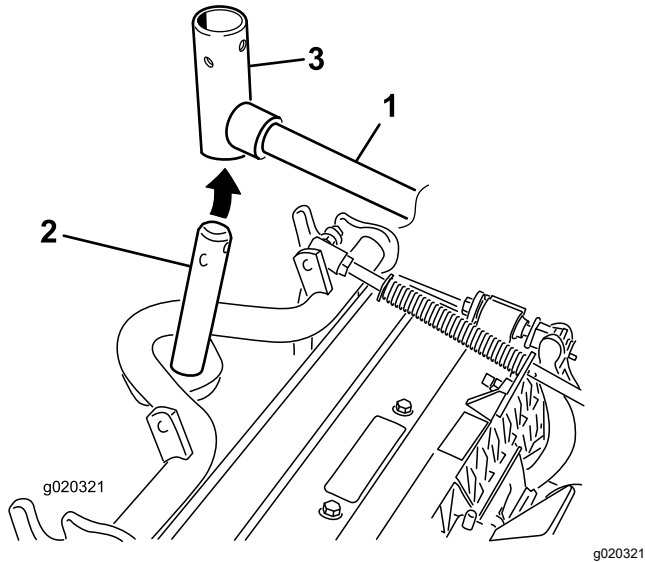

Bild 10
10. Frontmähwerke: Schieben Sie ein Mähwerk unter den Hubarm und schieben Sie gleichzeitig die Trägerrahmenwelle in das Gelenkjoch des Hubarms (Bild 10).
- B. Setzen Sie das Hubarmjoch in die Trägerrahmenwelle ein (Bild 10).